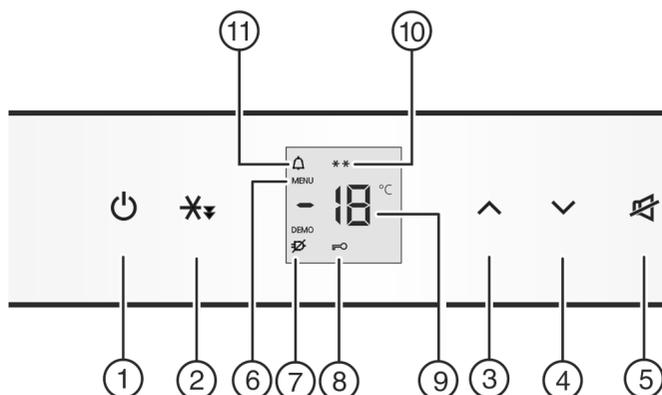

Fig. 2
- ▶ Premere il tasto On/Off Fig. 2 (1).
- ▶ Attivazione del modo regolazione: Premere il tasto SuperFrost Fig. 2 (2) per ca. 5 sec.
- ▷ Il simbolo Menu Fig. 2 (6) si illumina.
- ▶ Premere brevemente il tasto SuperFrost Fig. 2 (2) per confermare.
- ▶ Per inserire la sicurezza bambini premere brevemente il tasto SuperFrost Fig. 2 (2).
- ▷ Il simbolo Sicurezza bambini Fig. 2 (8) si illumina. Nel display lampeggia **c**.
- ▶ Per disinserire la sicurezza bambini premere brevemente il tasto SuperFrost Fig. 2 (2).
- ▷ Il simbolo Sicurezza bambini Fig. 2 (8) si spegne. Nel display lampeggia **c**.
- ▶ Disattivazione del modo regolazione: premere il tasto On/Off Fig. 2 (1).
- ▶ Premere il tasto Allarme Fig. 2 (5).
Contemporaneamente lampeggiano il display della temperatura e il simbolo Allarme Fig. 2 (11).
L'allarme acustico si disattiva automaticamente e il simbolo Allarme Fig. 2 (11) si spegne e il display della temperatura cessa di lampeggiare, quando la temperatura è di nuovo sufficientemente fredda.
- Regolazione della temperatura su valori più caldi: Premere il tasto di regolazione Up Fig. 2 (3).
- Regolazione della temperatura su valori più freddi: Premere il tasto di regolazione Down Fig. 2 (4).